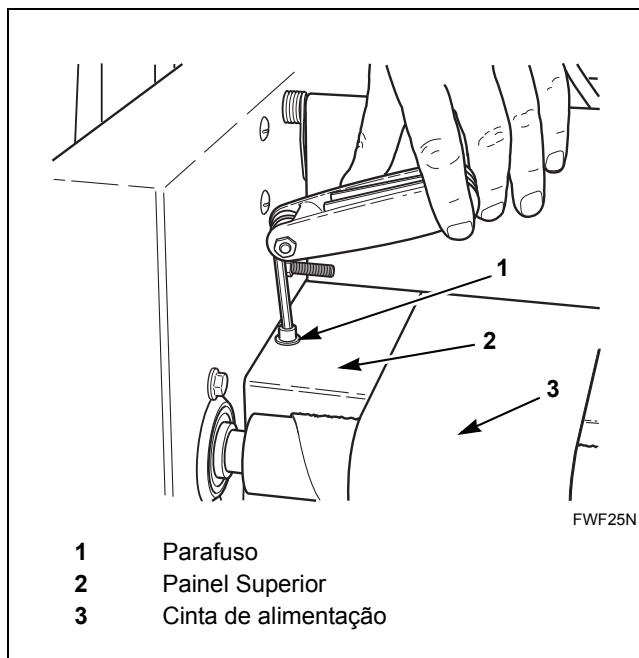

Figura 26
5. Retire o parafuso do lado esquerdo do painel superior (por trás do rolete de alimentação). Consulte a *Figura 26*.